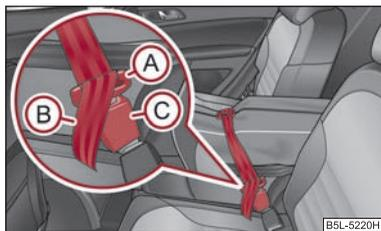

Fig. 100 Fissaggio della sacca estraibile per carichi passanti
- Inserire le linguette (A) ⇒ fig. 100 nella fibbia della cintura di sicurezza centrale posteriore (C), successivamente su un lato e poi sull'altro.
- Posizionare la cintura di sicurezza al centro degli sci tra gli attacchi e tendere la cintura di sicurezza tirandola dall'estremità libera (B).